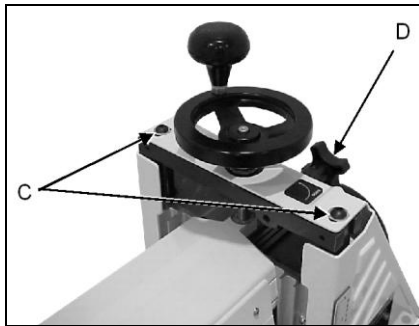

Fig 15
Pour ajuster le cylindre desserrer les les deux vis à 6 pans creux (C, Fig 15).
Si les surfaces de travail se recouvrent, desserrer les deux vis à 6 pans creux (C, Fig 15) et lever le côté libre du cylindre en tournant la poignée de réglage (D) dans le sens des aiguilles d'une montre et resserrer les vis à 6 pans creux.